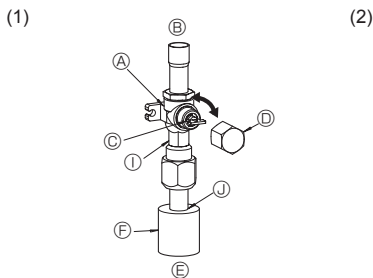
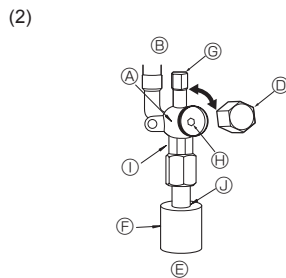

Fig. 4-6
Fig. 4-7
- (1) Lato gas (Fig. 4-6)
- ① Rimuovere il cappuccio, tirare la maniglia verso di sé e ruotare di 1/4 di giro in senso antiorario per aprire.
- ② Assicurarsi che la valvola d'arresto sia completamente aperta, spingere in dentro la maniglia e riportare il cappuccio alla posizione originale.
- (2) Lato liquido (Fig. 4-7)
- ① Togliere il cappuccio e girare fino a quando è possibile l'asta della valvola in senso antiorario utilizzando una chiave esagonale du 4 mm. Smettere di girare quando si urta l'otturatore. (ø9,52: circa 10 giri)